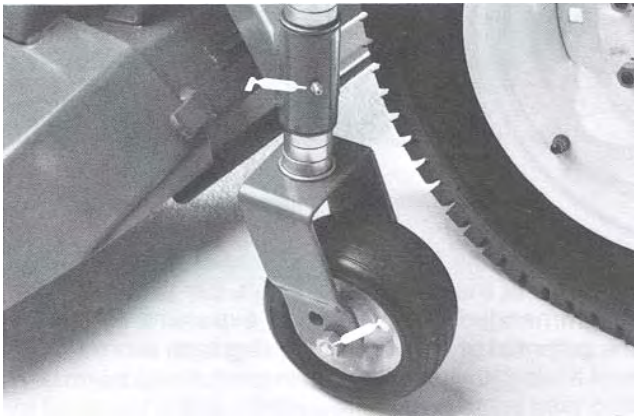

Bild 22
- Laufradlager (Bild 22 und 23).